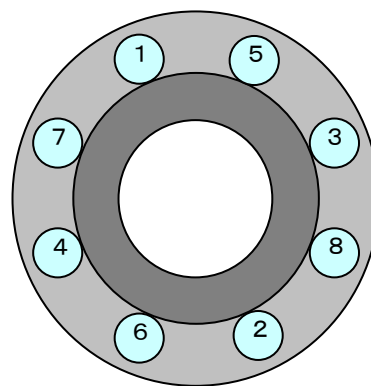

図6 8本ボルトの締付順序事例
- ④ボルトの締め付けは、対角位置を順番に締め付けてください。（図6参照）